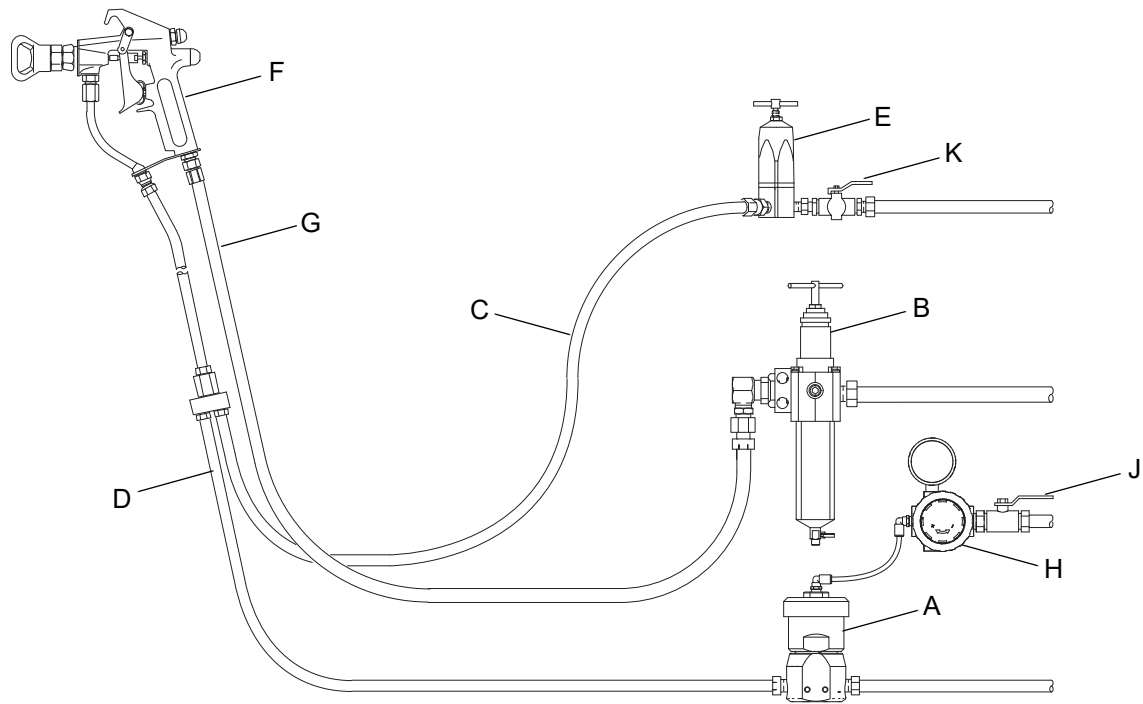

FIG. 1: Installation type : Station de pulvérisation à circulation unique
L'installation type indiquée sur la Fig. 1 est uniquement un guide pour concevoir un système. Pour une assistance dans la conception d'un système qui réponde à vos besoins, contactez votre distributeur Graco.
1. Installez le régulateur pression de retour (BPR) (A) dans la conduite de retour de fluide (D) ou la ligne de retour de la boucle de circulation. Voir la FIG. 1. Vérifiez que le BPR est solidement installé dans un système de tuyauterie rigide. Si des conduites de fluide souple sont utilisées, les deux orifices de montage taraudés de 1/4 - 20 sur le côté du régulateur doivent être utilisés pour monter solidement le régulateur.
2. Le BPR (A) dispose d'un orifice d'entrée de 3/8 pouces et d'un orifice du manomètre de 1/4 pouce. (L'orifice du manomètre peut servir d'orifice d'entrée en option pour les applications à débit faible.) Les deux orifices de sortie font 3/8 pouces npt.